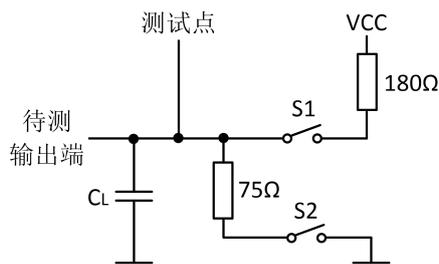

图 1 开关特性测试电路
3. 测试电路如图 1，其中  $C_L$  包括了探针和插座的寄生电容；输入信号由波形发生器提供，且输入信号应当满足： $PRR \leq 1\text{MHz}$ ,  $Z_o \approx 50\Omega$ ,  $t_r \leq 15\text{ns}$ ,  $t_f \leq 6\text{ns}$ ；每个使能端都是单独测试的。